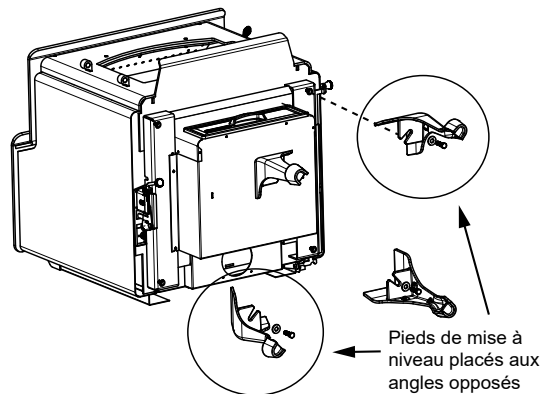

Figure 21.2
4. Installez les pieds dans les supports de fixation en vous assurant que ceux-ci reposent contre le support, puis fixez-les avec les boulons et rondelles à l'aide d'une clé ouverte 3/8 (**Figure 21.2**).
5. Installez les boulons de mise à niveau dans 2 pieds; ceux-ci devraient être placés dans des coins opposés (**Figure 21.2**).